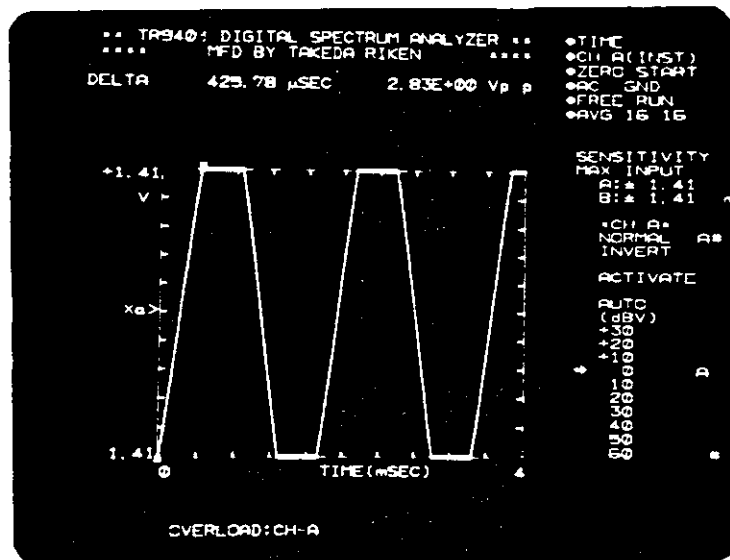

図 4-12 OVERLOAD表示
過入力検出 1、過入力検出 2 および同相過入力検出によって、振幅および周波数レンジに対して過入力が検出された場合、検出されている間中②の **OVERLOAD** ランプが点灯し、“ピィ”という連続音を発します。また、CRT ディスプレイ上には〔図 4-12〕に示しますように、左下に“**OVERLOAD: CH-A**”（チャンネル A が過入力）と表示されます。チャンネル A、B とも同様な動作を実行します。